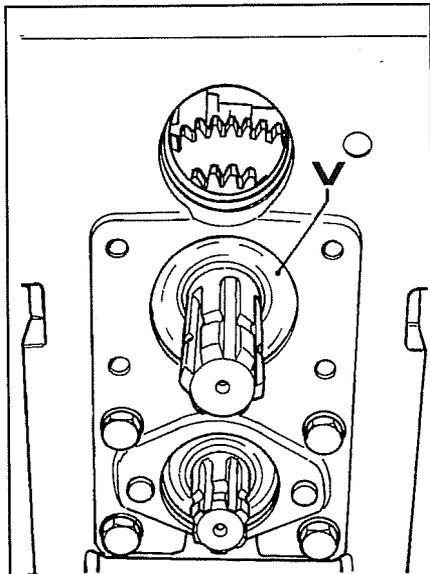

Abb. 16
6. Vom hinteren Teil des Gehäuses den Öldichtungsring **V** Abb. 16 und den Seegerring darunter entfernen.